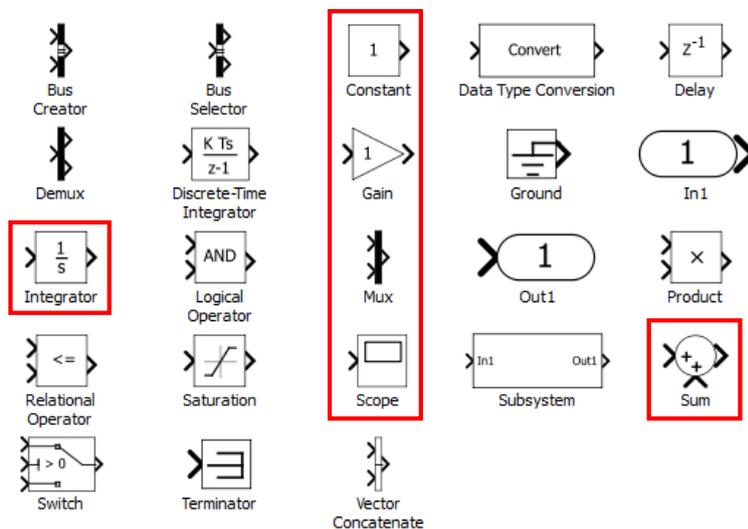

FIGURE 3 – Composants de la bibliothèque Commonly Used Blocks
- **Commonly Used Blocks** : les composants de cette bibliothèque sont représentés sur la Figure 3.